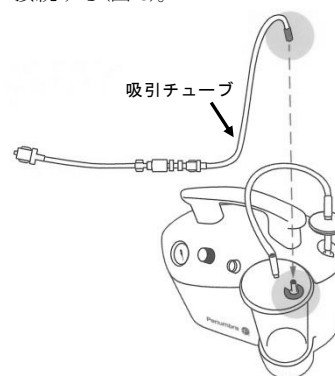

図 3
7. 吸引チューブの青色コネクターをキャニスターの蓋の青色箇所指に接続する(図 3)。